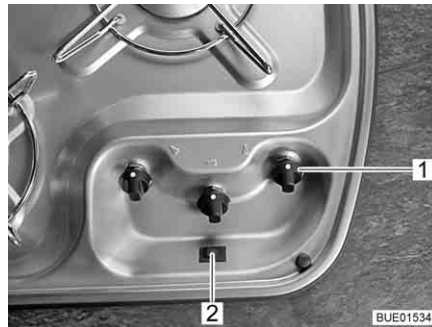

Fig. 217 Boutons de commande pour le réchaud à gaz
- Tourner le bouton tournant (Fig. 217,1) du brûleur désiré en position d'allumage (grande flamme).
- Appuyer sur le bouton d'allumage (Fig. 217,2). Le brûleur produit des étincelles.